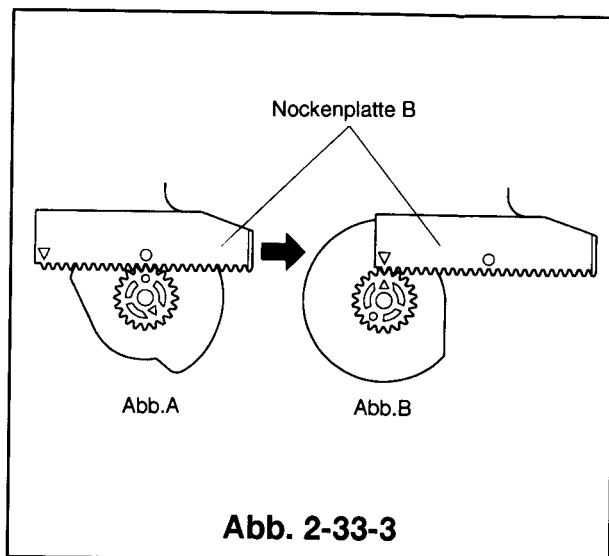

Abb. 2-33-3
- ③ Die Nockenplatte B und das Nockengetriebe R so einsetzen, daß die O-Marken wie in Abb.2-33-3 (Abb.A) übereinstimmen. Dann die Nockenplatte B in Auswurfrichtung (nach rechts) verschieben und so installieren, daß die Δ übereinstimmen (Abb.B). Die Wellen des Hilfsausschalthebels und der Hauptbremse (TU) in die Richtung der respektiven Pfeile verschieben, um sie zu installieren.
- ④ Die Rolle B auf der Achse des Ladearms (TU) befestigen und mit der neuen gespaltenen Sicherungsscheibe sichern.
- ⑤ Die Platte J installieren und mit den zwei Schrauben (a) und (b) sichern.
- ⑥ Das Hauptgetriebe J installieren (siehe Artikel 2-30).
- ⑦ Die Lademotoreinheit (mit der Motorhalterung) installieren (Siehe Artikel 2-29).
- ⑧ das Riemenrad installieren (Siehe Artikel 2-28).
- ⑨ Den Antriebsriemen montieren (Siehe 2-28).